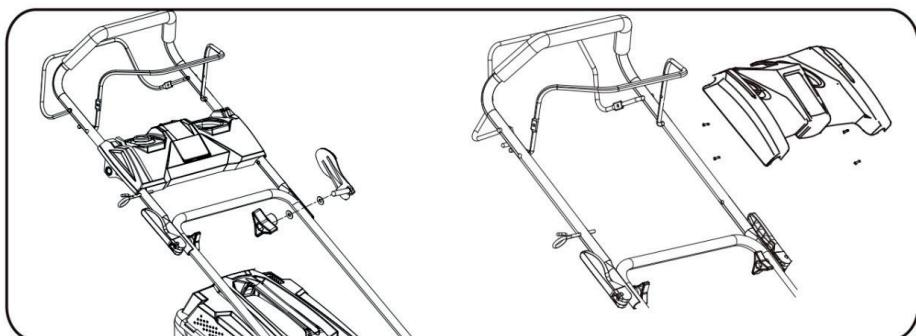

Рис. 4
- Разверните верхнюю ручку и прикрепите ее к нижней ручке с помощью больших ручек и болтов с каждой стороны. (Рис. 4)